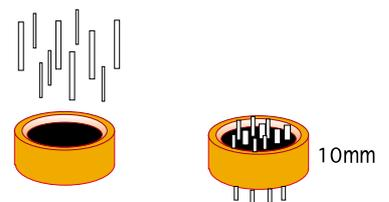

図9
(4) 短く切った筒に丸く切った黒ゴムスポンジをはめ込み, スポンジに光ファイバーをまんべんなく差し込む。(図9)